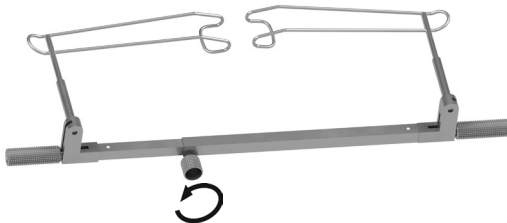
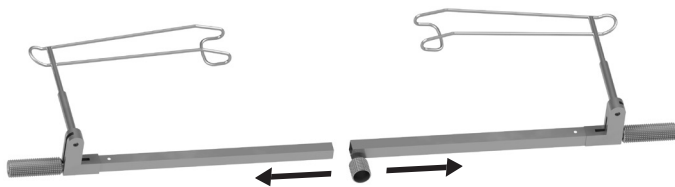

Abb. 2
Abb. 3
- Lösen Sie die Feststellschraube gemäß Abb. 2.
- Ziehen Sie den Außensteg vom Innensteg (Abb. 3).
- Demontieren Sie den Lidsperrerr nach SCHOTT gemäß Abb. 2 und Abb. 3.